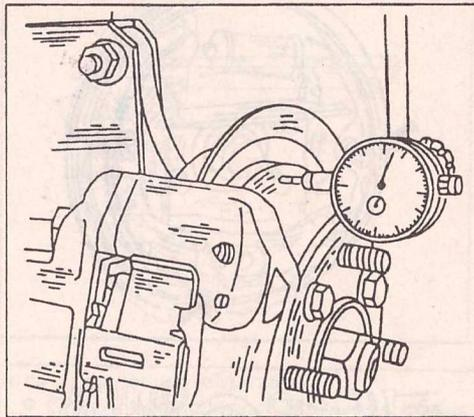

Рис. 246.
- Установить индикатор на поворотном кулаке (рис. 246) и упереть измерительный стержень индикатора в наружную по-